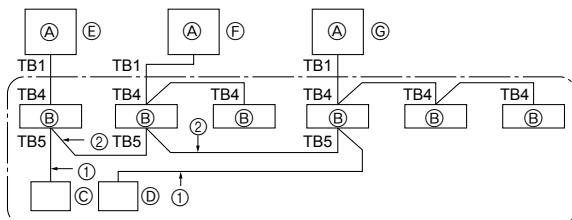

Fig. 9-1
① Koppla in spänningen (överspänningsskydd).
② När gasstoppventilen stängts, placera SWP-omkopplaren på utomhusenhets kontrollkort i läge ON (till). Kompressorn (utomhusenheten) startar och återvinningen av köldmedel påbörjas. LED1 och LED2 på utomhusenhets kontrollkort tänds.
③ Eftersom enheten stannar automatiskt inom två till tre minuter efter återvinningen av köldmedel (LED1 och LED2 tänds), stäng gasstoppventilen snabbt. När LED1 och LED2 tänds och utomhusenheten stannar, öppna stoppventilen för vätska helt, och upprepa sedan steg ② efter tre minuter.
④ Koppla ur spänningen (överspänningsskydd).
9. Systemkontrol (Fig. 9-1)